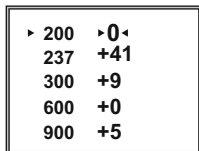

Fig.8
- Les valeurs (par exemple, +41; +9; -19), indiquées à droite des distances, désignent la quantité de clics à faire suivant l'axe **Y**. Ces valeurs signifient que la position du réticule aux autres distances se diffère de cette quantité de clics par rapport à celle du réticule à la distance de référence (fig.8).